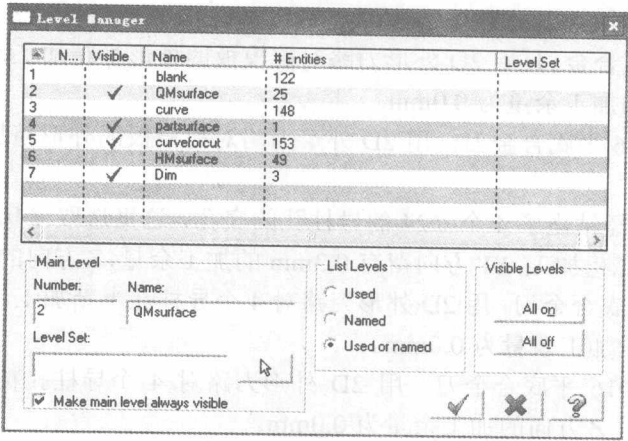
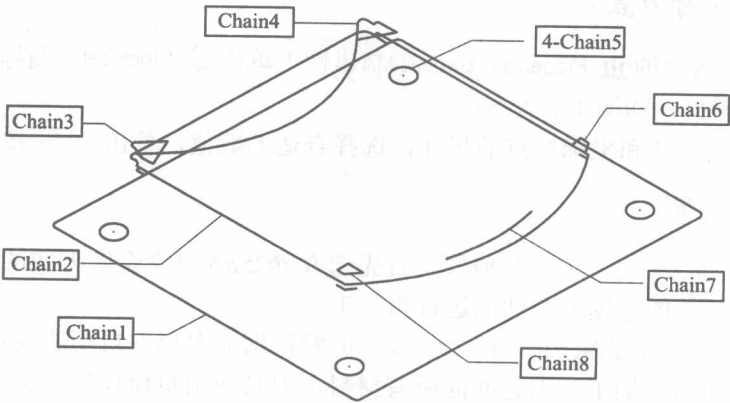
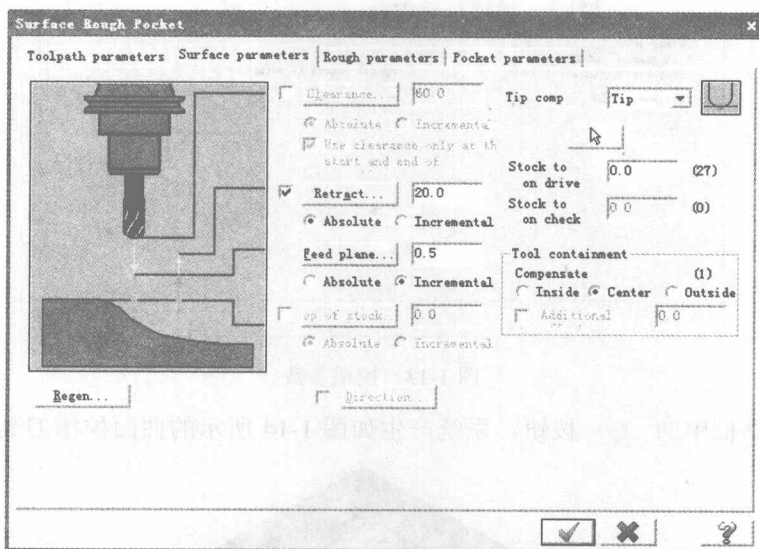

图 1-5 层管理图
图 1-6 切削曲线及边界图
图 1-15 曲面参数
绘图的具体过程这里不详细讲述，读者可按照上述的方法自行绘制，结果可见光盘。绘图进行了分层管理，分为 7 个层，第 1 层 blank 绘制图形隐藏的图素，第 2 层 QMsurface 绘制了前模曲面，第 3 层 curve 绘制了图形的绘图曲线，第 4 层 partsurface 绘制了模具的分型面，第 5 层 curveforcut 绘制了编制刀路时要使用的曲线及加工边界，第 6 层 HMsurface 绘制了后模曲面，第 7 层 Dim 标注了前模的尺寸。层管理图如图 1-5 所示。切削曲线及边界如图 1-6 所示。图形坐标原点放在前模 XY 方向的中心处，前模顶面是模具的分型面，Z 方向尺寸为 0.0mm。
① 在屏幕左方刀路操作管理区内（或单击下拉式菜单）单击鼠标右键，依次单击主菜单中的 **Mill toolpaths / Surface rough / Pocket** 命令。依次单击 **All...** 按钮，在弹出的 **Select All** 对话框中选择所有曲面，单击 ☒ 按钮。
② 系统弹出的 **Toolpath/surface selection** 对话框，在 **Containment** 栏中单击  按钮，弹出 **Chaining** 对话框，用串连方式选择图 1-6 中的 Chain2，单击 ☒ 按钮。
② 系统弹出的 **Toolpath/surface selection** 对话框，在 **Containment** 栏中单击 按钮，弹出 **Chaining** 对话框，用串连方式选择图 1-6 中的 Chain2，单击 按钮。
③ 选择完毕后，系统弹出 3D 曲面挖槽刀路对话框，进入刀具参数界面，刀具及参数同前一工序。
④ 单击曲面挖槽刀路中 **Surface parameters** 对话框，曲面参数设置如图 1-15 所示。加工余量 0.0mm。